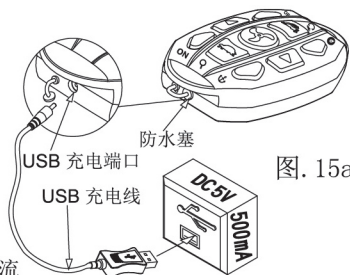
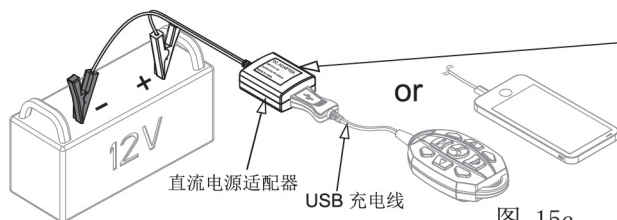
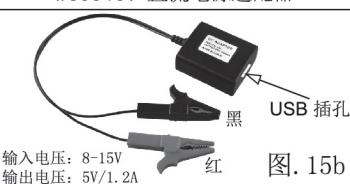

图.15a
图.15c
图.15b
2. 遥控器电量饱和时可以连续使用约48小时，建议外出游玩时携带移动电源(如图.15a)或**另行购买**我们的产品#59915：直流电源适配器(如图.15b)，可以给遥控器和手机充电！(如图.15c)